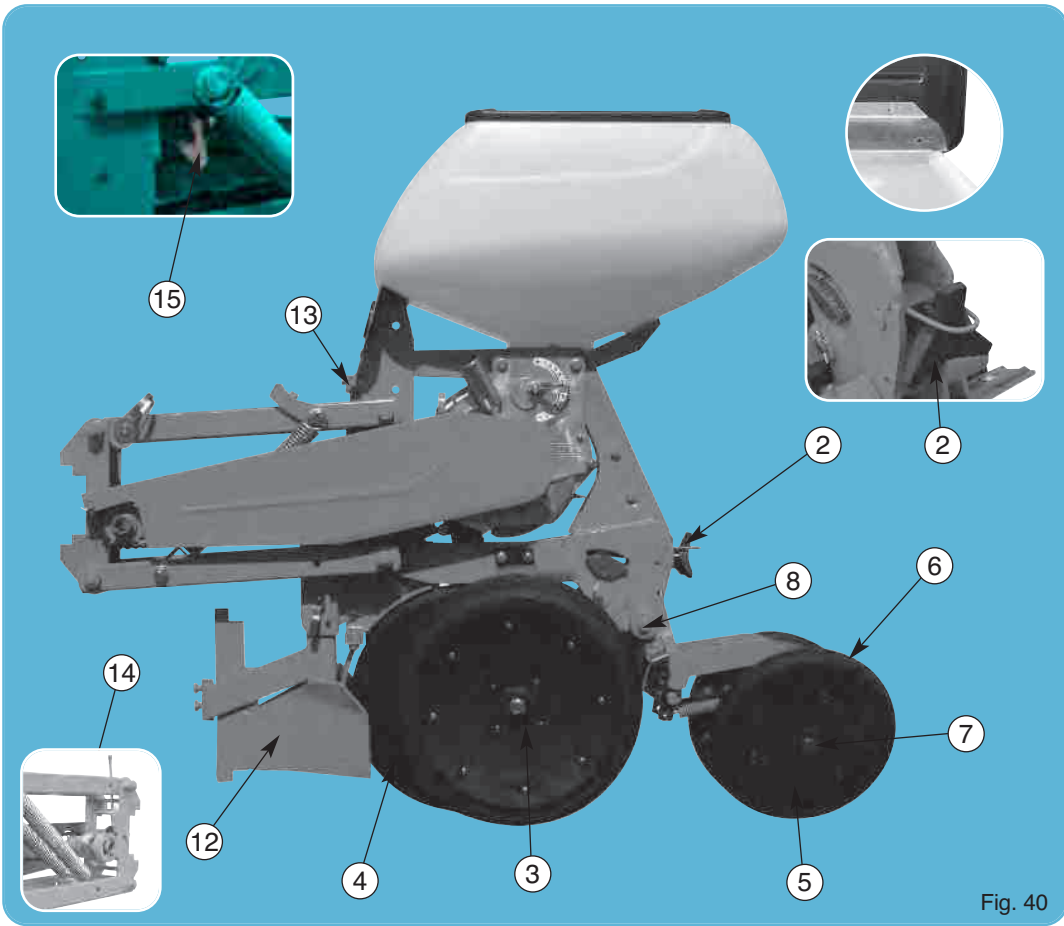

Fig. 40
- Béquille d'élément, butée basse (15). Voir page 31
- Blocage du couvercle en position ouverte (fig. 40).
- Coupeur de rang mécanique à levier (14) (fig. 40).
- Muleta de elemento, apuntalada baja (15). Página 31.
- Bloqueo de la tapa en posición abierta (fig. 40).
- Corte mecánico de línea por palanca (14) (fig. 40).
- Metering unit stand, low part (15). See page 31
- Cover blocking part in open position (fig. 40).